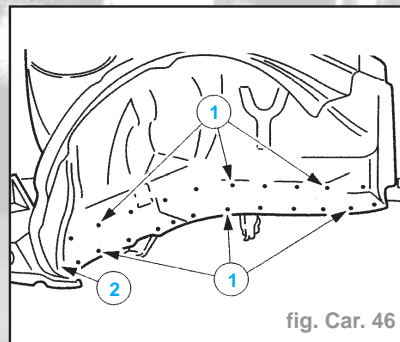

fig. Car. 46
- Détacher le passage de roue du plancher de coffre à bagages et du longeron (fig. Car. 46) :